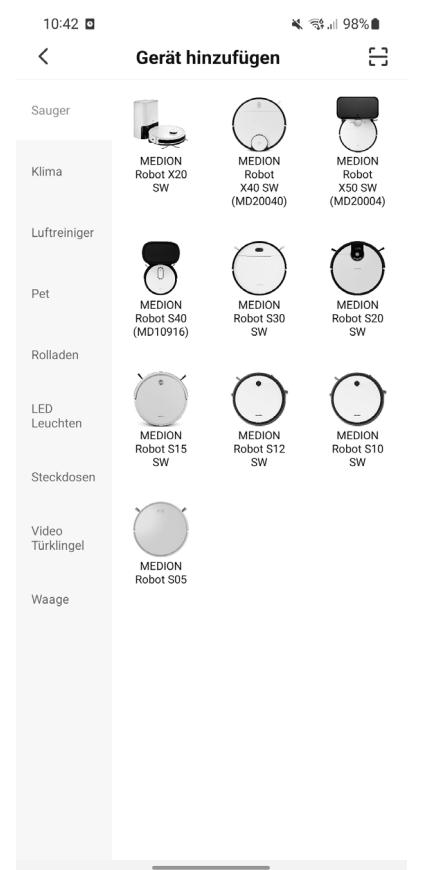

Abb. 2
- ▶ Wählen Sie das korrekte Modell X20 SW aus der Übersichtsliste. (s. Abb. 2).